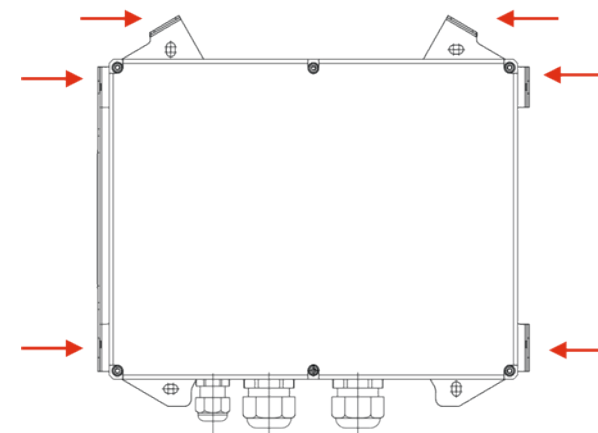

Abbildung 26: Montagelaschen
3. Setzen Sie die Designhaube auf die Montageplatte. Achten Sie auf eine korrekte Ausrichtung der Haube. Die Laschen der Montageplatte (Abbildung 26, Pfeile) müssen in die Designhaube hineingreifen.